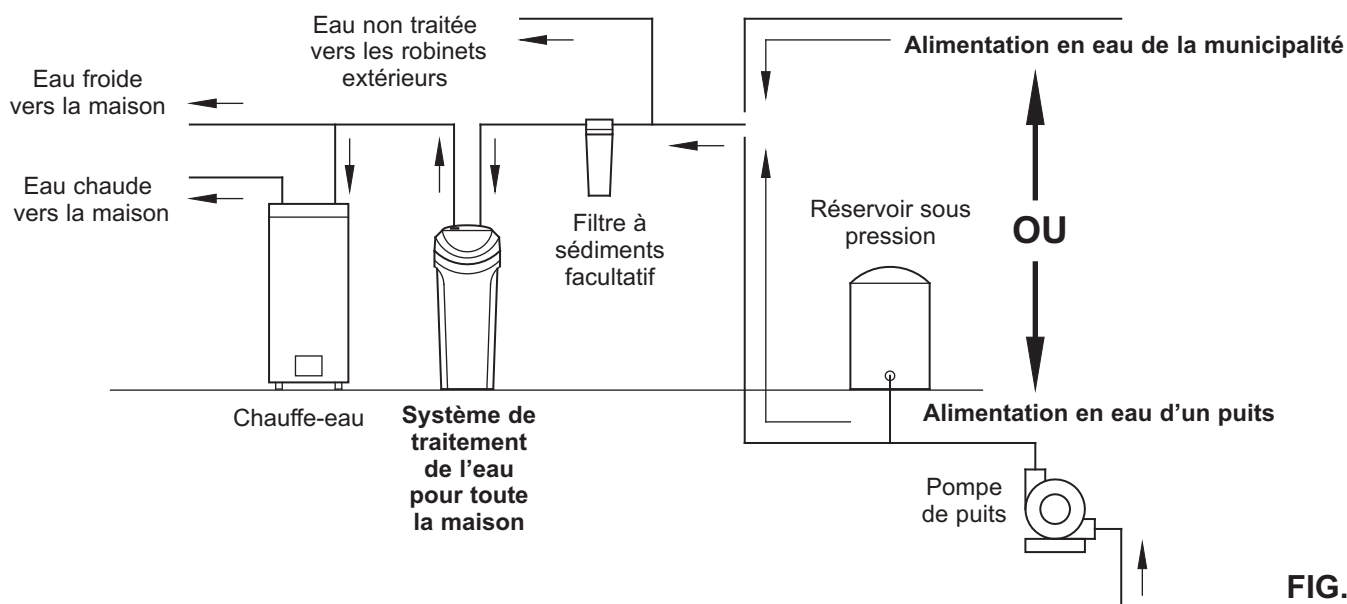

FIG. 4
- Installez toujours le système de traitement de l'eau entre l'arrivée en eau et le chauffe-eau. Tout autre équipement de traitement en eau doit être installé entre l'arrivée en eau et le système de traitement de l'eau (consultez la figure 4 ci-dessous).